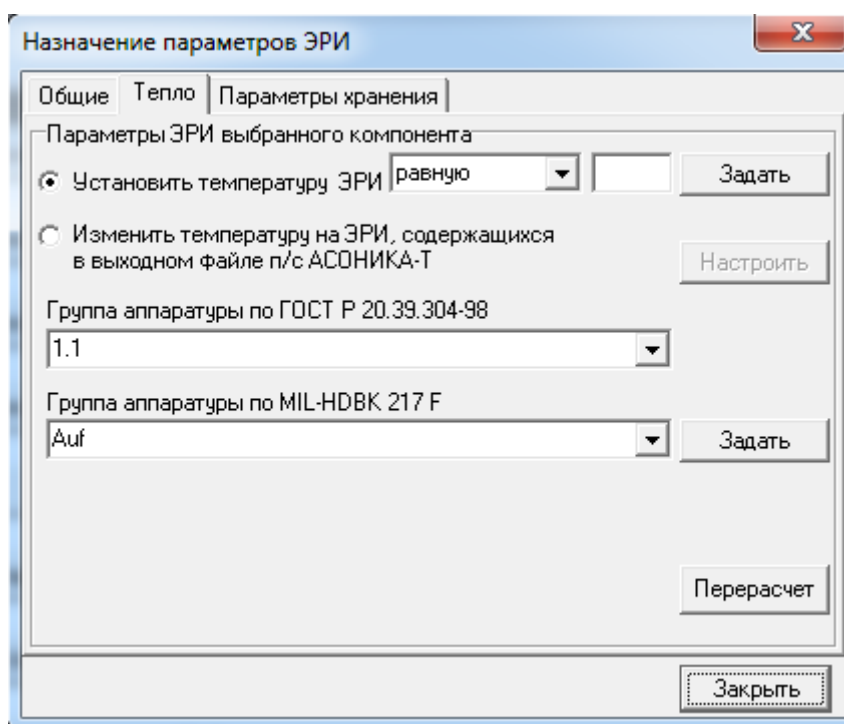

Рис. 3.45. Назначение параметров ЭРИ
- В появившемся окне «Назначение параметров ЭРИ» (см. рис. 3.45) Вы можете:
- Нажмите закладку «Параметры хранения» на форме «Назначение параметров ЭРИ» (см. рис. 3.45).